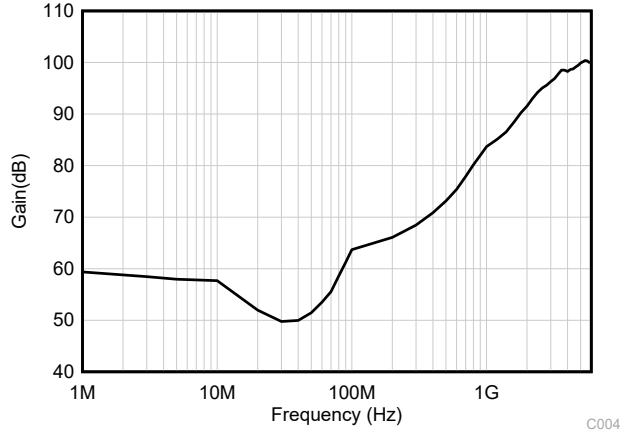

图 6-3. EMIRR 测试
TLV935x-Q1 使用集成电磁干扰 (EMI) 滤波来减少无线通信以及混合使用模拟信号链和数字元件的高密度电路板等干扰源产生的 EMI 影响。通过电路设计技术可改进 EMI 抗扰度；TLV935x-Q1 受益于这些设计改进措施。德州仪器 (TI) 已经开发出在 10MHz 至 6GHz 扩展宽频谱范围内准确测量和量化运算放大器抗扰度的功能。图 6-3 展示了对 TLV935x-Q1 执行该测试的结果。表 6-1 提供了 TLV935x-Q1 在实际应用中通常会遇到的特定频率下的 EMIRR IN+ 值。表 6-1 列出了可在下图所示的特定频率或其近似频率下运行的应用。运算放大器的 EMI 抑制比应用报告包含了与运算放大器相关的 EMIRR 性能主题，该报告可在 [www.ti.com](http://www.ti.com) 上下载。